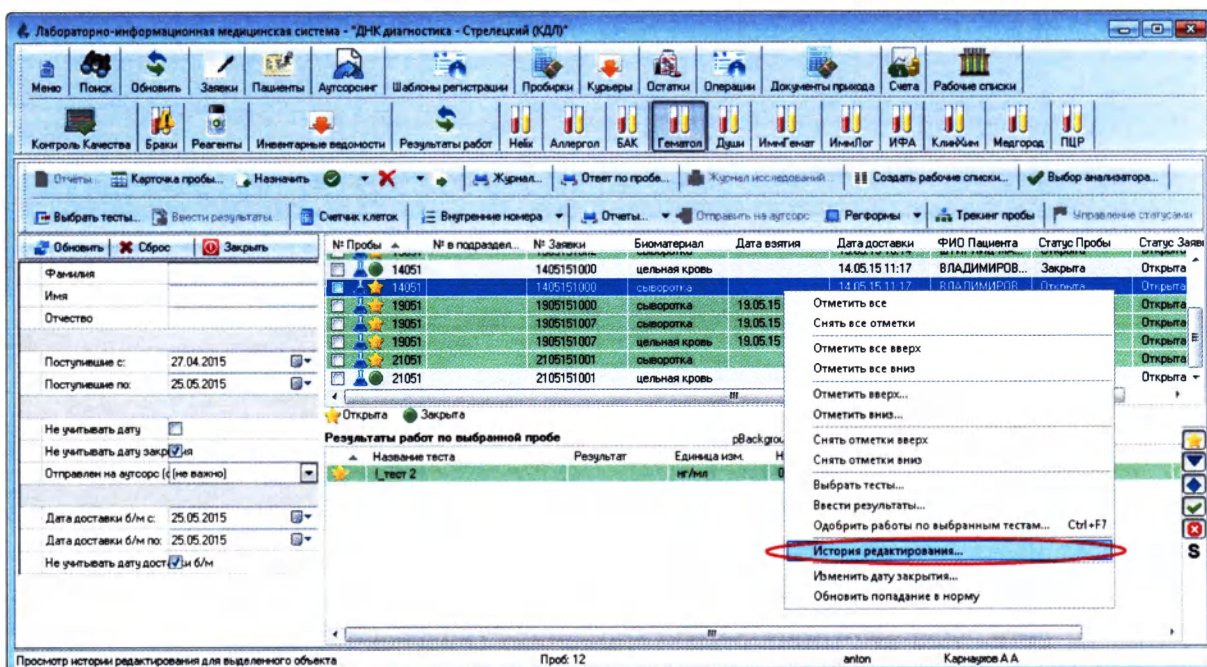

Рисунок 14.15
- Щелкните по выбранной пробе правой кнопкой мыши и в выпавшем списке выберите пункт «История редактирования» (Рисунок 14.15):